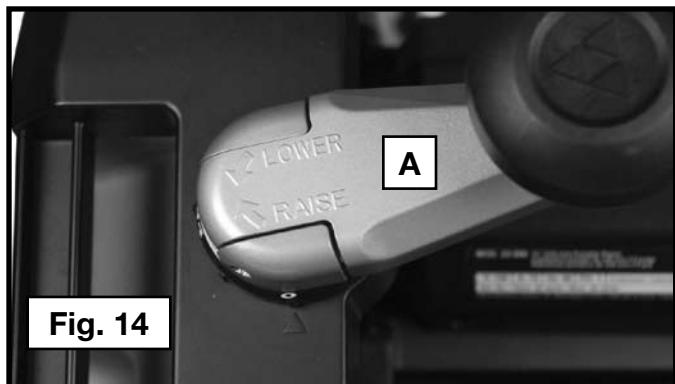

Fig. 14
Le module de tête comprend les couteaux, les rouleaux d'alimentation, le déflecteur de copeaux et le moteur. La hausse et la baisse du module de tête (A) permet de régler la profondeur de coupe. Pour le régler, tourner la poignée de verrouillage du porte-lame (A) dans le sens antihoraire de manière à déverrouiller le porte-lame. Tourner la poignée de réglage dans le sens horaire pour hausser le porte-lame ou dans le sens antihoraire pour le baisser. Un tour de la poignée (A), fig. 14, déplacera le porte-lame de 1,6 mm (1/16 po) vers le haut ou le bas.